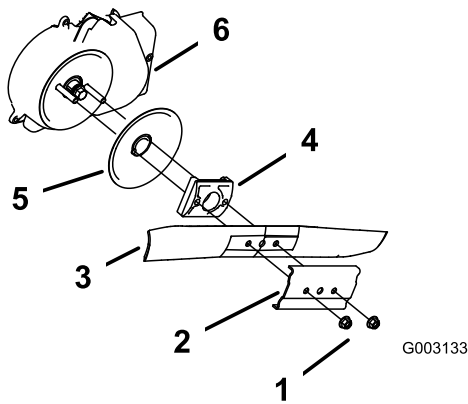

Figura 47
3. Togliete i due dadi della lama ed il rinforzo (Figura 47).
4. Togliete la lama (Figura 47).
5. Montate la lama nuova (Figura 47).